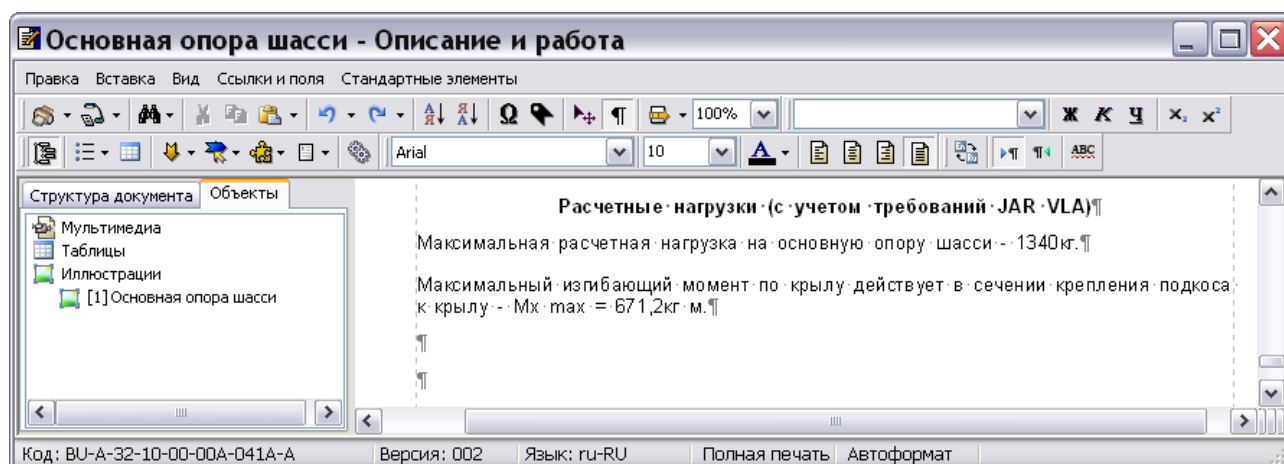

Рис. 20.18
10. Внесите изменения в МД. В рассматриваемом примере в МД добавляется текст (Рис. 20.18).